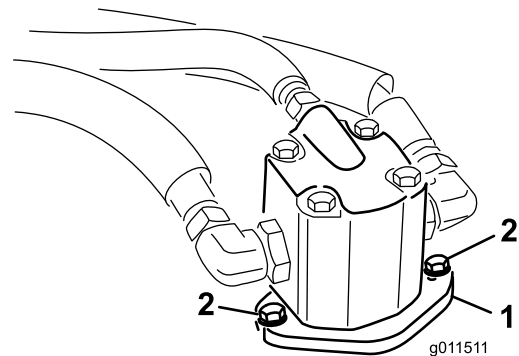

Bild 77
4. Entfernen Sie die Schrauben, mit denen der Hydraulikmotor am Mähwerk befestigt ist (Bild 77).